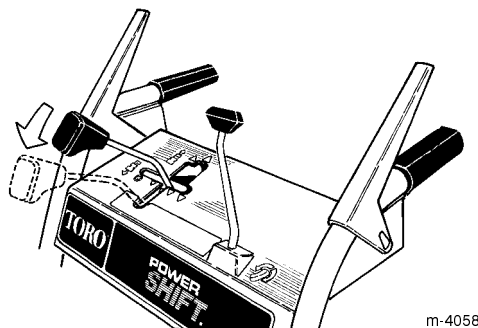

Figure 11
8. Placez, à la main, les roues en position Power Shift **arrière** en soulevant la machine par le mancheron et en déplaçant la commande de changement complètement en avant (Fig. 11).